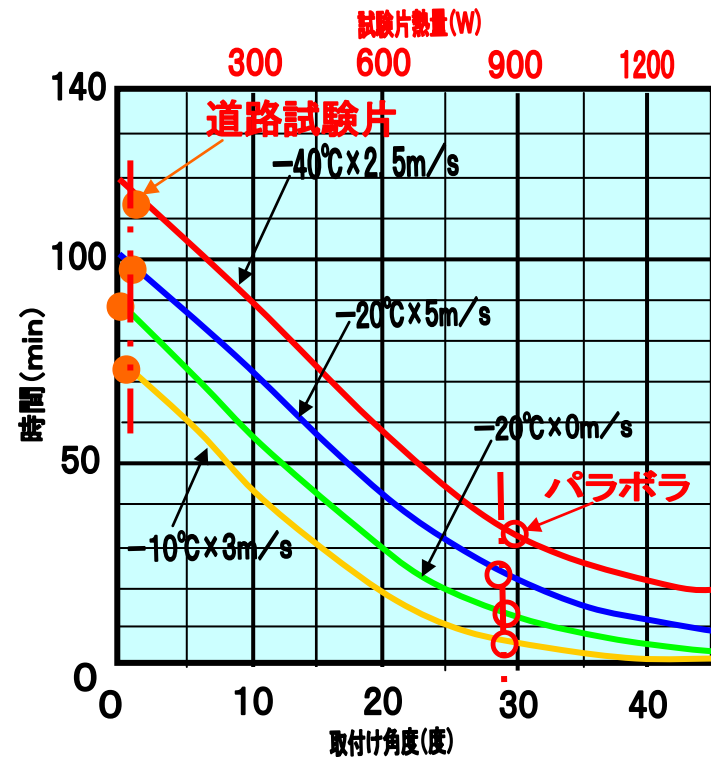

FIG 6 ②融雪特性(取付角と融雪時間)と環境温度・風速の影響
FIG 6 は表 2 の実験条件による実験結果をまとめたものである。図の縦軸は時間、横軸下は取付け角、横軸上は推定試験片の熱エネルギー (W)、図内の曲線、○●印は実験結果である。図より -10 から -40 度、0 から 25m/s の条件で融雪時間は②の実験条件の道路試験片、パラボラ FRP 試験片の積雪融雪時間は、センサーをそれぞれ水平に対して約 0 度、約 30 度に設置した場合とよく一致する。各試験片は近似的に融雪に必要なエネルギーを